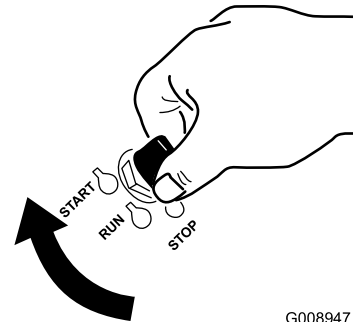

Figura 12
1. Gire la llave de contacto a la posición de Arranque (Figura 12). Cuando el motor arranque, suelte la llave.
6. Gire la llave de contacto a la posición de Arranque (Figura 12). Cuando el motor arranque, suelte la llave.